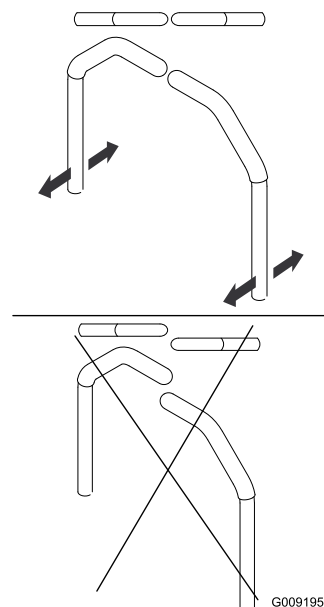

Figure 62
4. Réglez l'alignement avant/arrière des leviers en les plaçant tous deux à la position point mort, puis faites-les coulisser jusqu'à ce qu'ils soient alignés, et serrez les boulons (Figure 62).